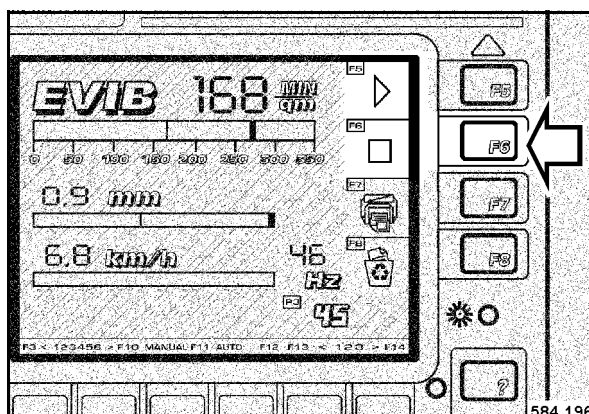

Fig. 79
- Al llegar al final de la pasada, marca 2, hay que pulsar la tecla F6 „STOP“ (Fig. 79).